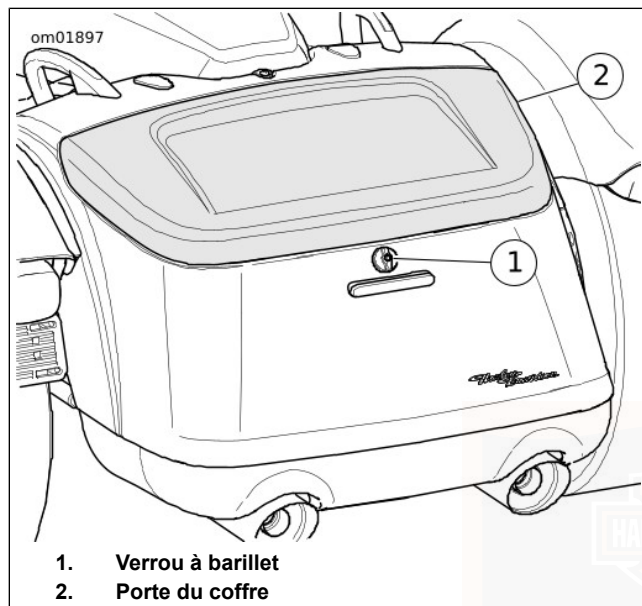

Figure 35. Coffre
2. Voir Figure 35. Tourner le bouton dans le sens horaire pour déverrouiller la porte. Ouvrir la porte du coffre.